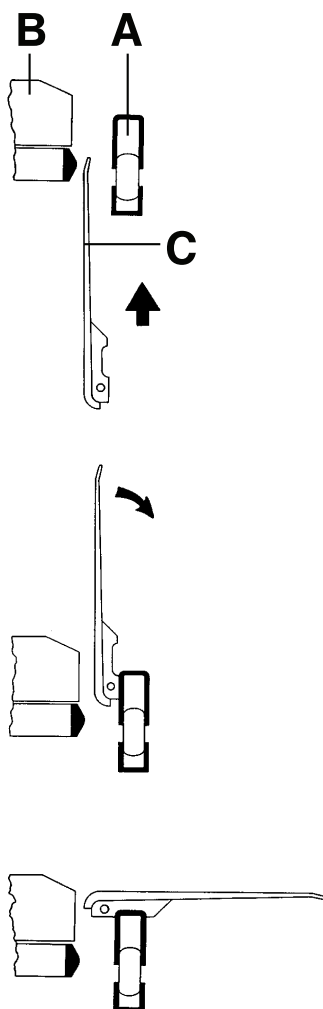

Figura 6 – Transferir o doente
2. Baixe a grade lateral (A) para a posição mais baixa (Figura 6).
3. Eleve a placa de transferência (C) desde a parte inferior enquanto levanta a partir do topo.
Nota - A placa de transferência (C) está localizada entre a grade lateral (A) e o colchão (B) (Figura 6).